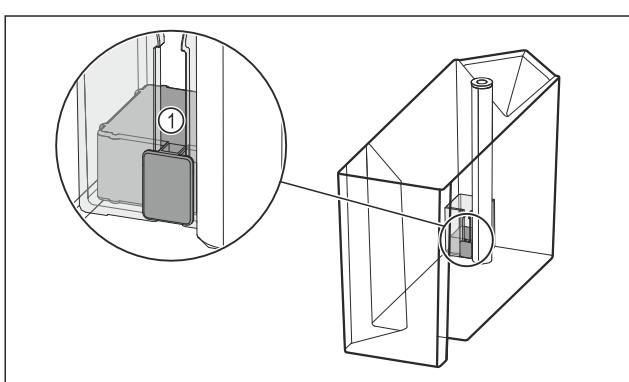

Fig. 100
- Skontrolujte, či je vzpriečený plavák Fig. 100 (1).